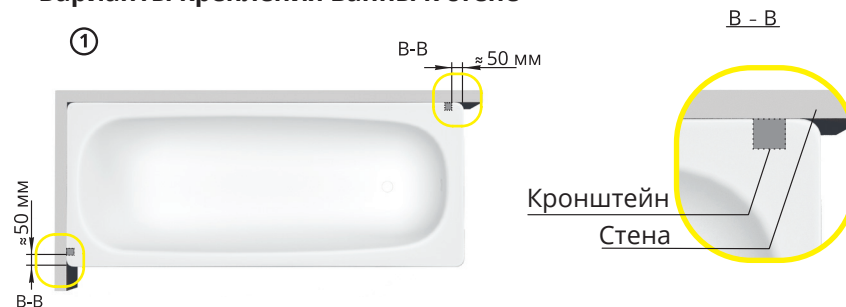

РИСУНОК 6
12. Закрепите ванну при помощи двух кронштейнов с шайбами M8 согласно схеме на рис. 6.